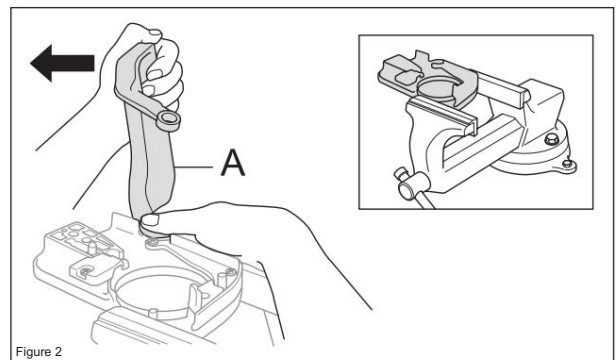

Figure 2
Serrer soigneusement la cloche d'embrayage dans un étau. Relâchez le frein en utilisant le protège-main avant de la scie (A) comme un outil. Engrener avec le frein et serrer dans le sens inverse des aiguilles d'une montre jusqu'à ce que le frein soit activé. (voir figure 2)